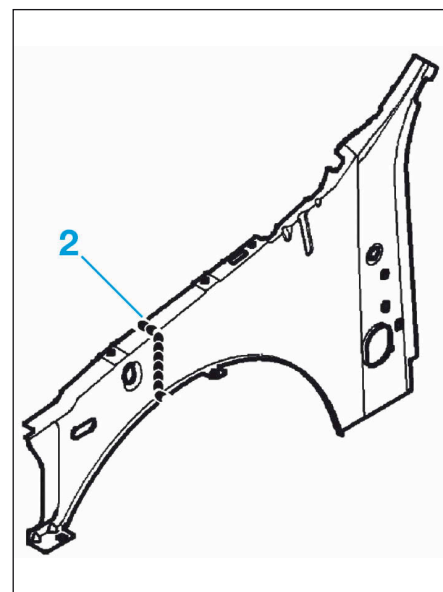

FIG.21
- Souder en (2) par cordon SFEG (Fig.21).